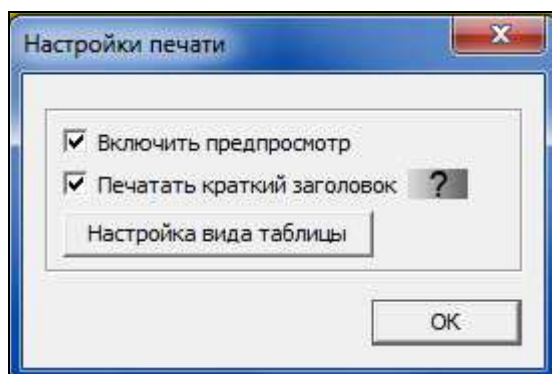
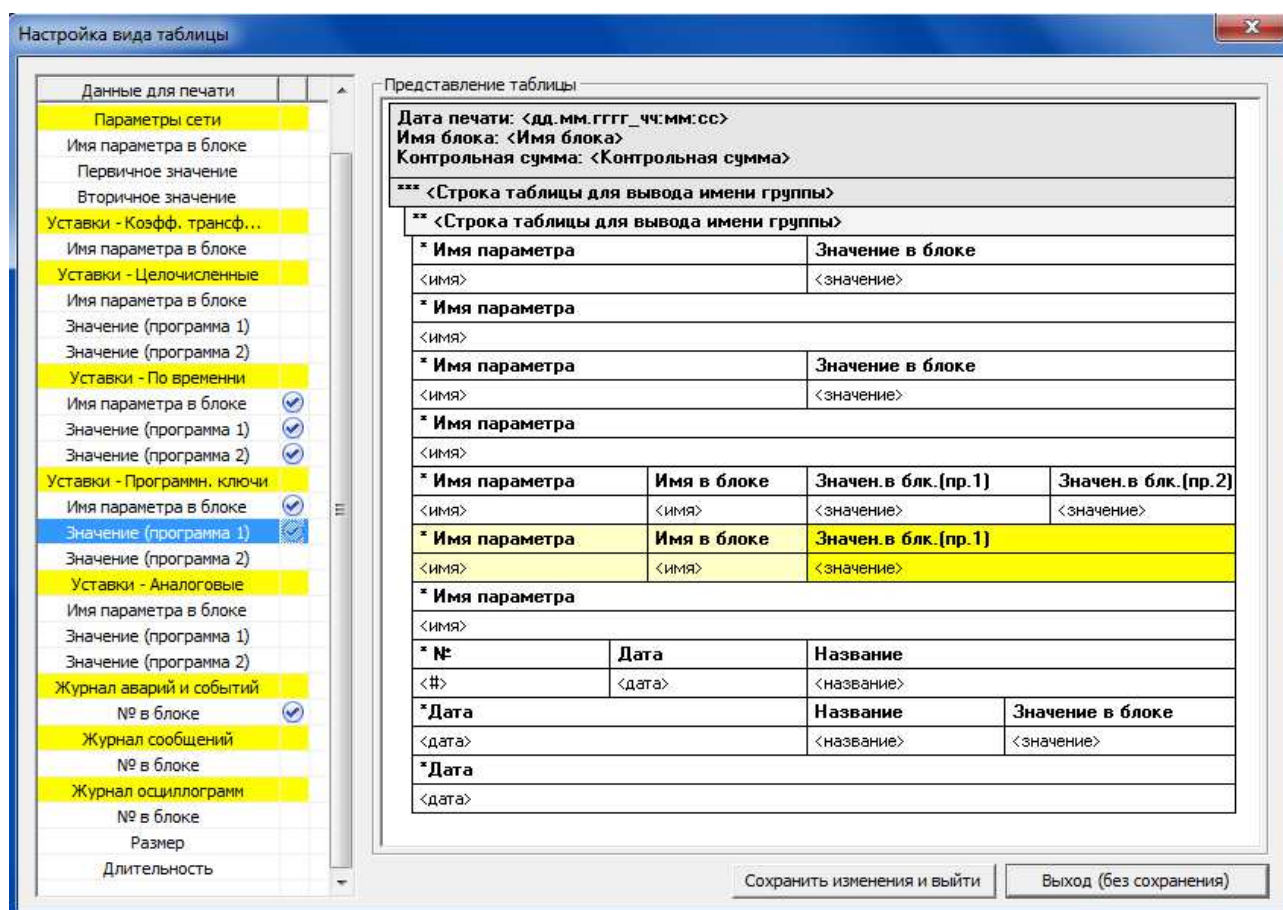
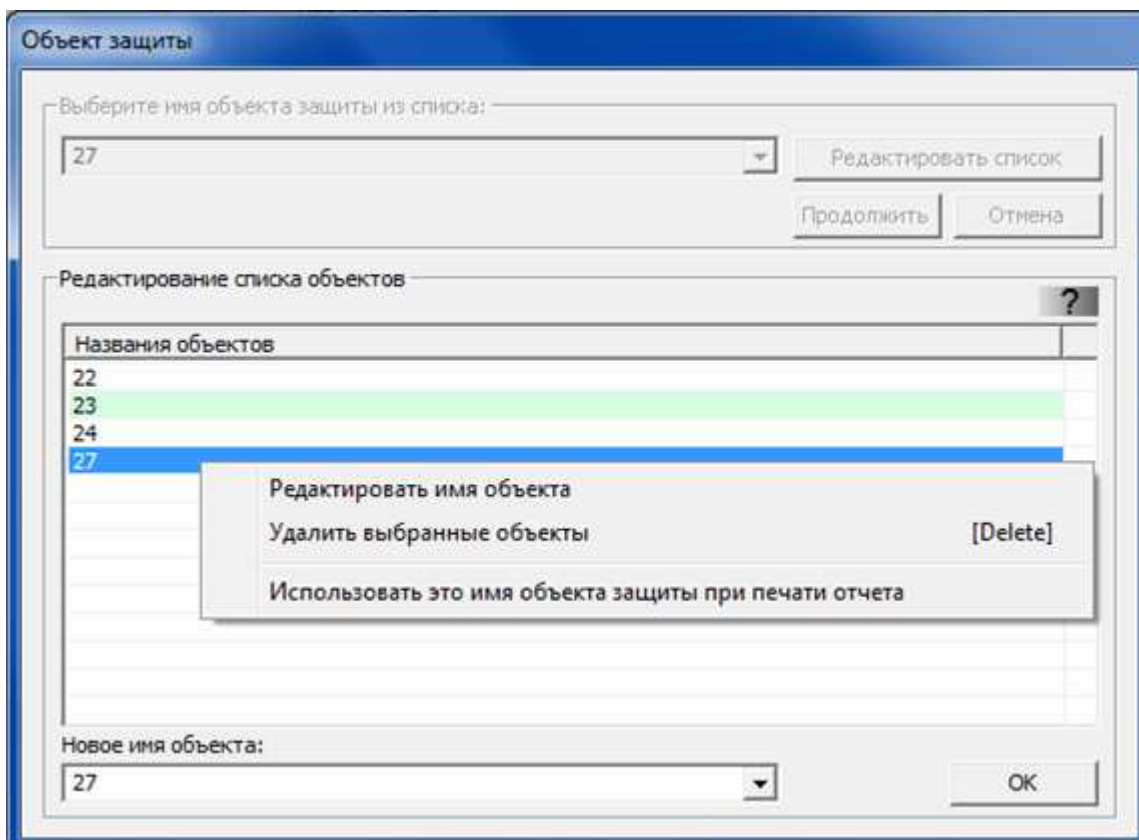

Рисунок 80
Рисунок 81
Рисунок 84
3.4.3.3 По нажатию кнопки «Настройки» в окне «Определение данных для вывода на печать» открывается окно «Настройки печати» (рисунок 80), в котором можно включить/отключить отображение окна предпросмотра и печать краткого заголовка вверху каждой выводимой на печать страницы (начиная со второй).
3.4.3.4 По нажатию кнопки «Настройка вида таблицы» (см. рисунок 80) открывается окно «Настройка вида таблицы» (рисунок 81). Отмечая в левой части окна в поле «Данные для печати» заголовки данных для печати, можно изменять отображение таблицы со значениями параметров, которая будет выводиться на печать. Вносимые изменения отображаются в правой части окна, в поле «Представление таблицы».
Примечание – По нажатию на пиктограмму « ? » в окне «Настройки печати» (см. рисунок 80) и окне «Объект защиты» (рисунок 84) появится информационная подсказка.